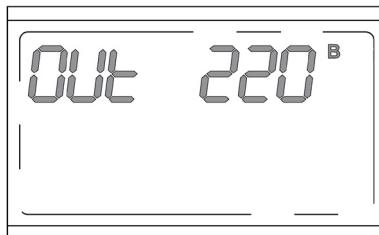

Рисунок 14. ЖК-дисплей в режиме настройки выходного напряжения
2. Дождаться щелчка (3 секунды после перевода автоматического выключателя «Байпас» в положение ON («1»)) и двойным быстрым нажатием кнопки  перевести ЖК-дисплей в режим настройки выходного напряжения (**рисунок 14**).